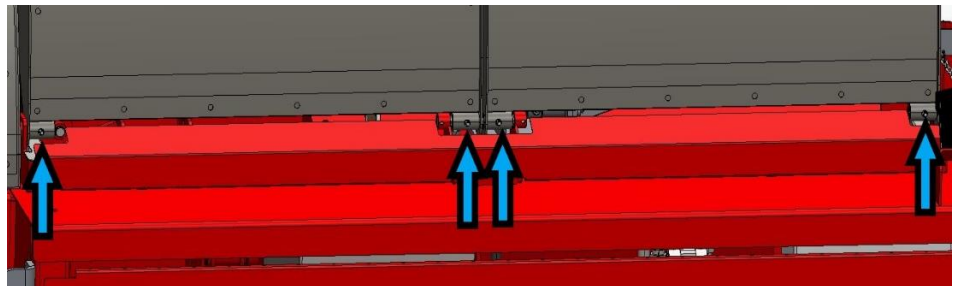

Bild 52.
12. Säkerhetsskyddens nipplar (4 st. på bild 52).